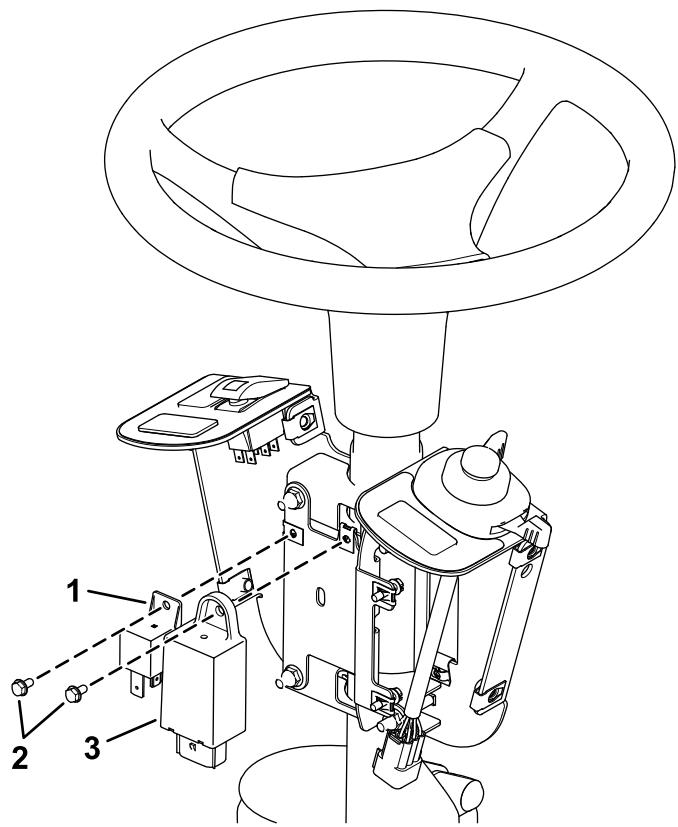

Figura 7
- Instale o pisca e o relé na placa de montagem do fusível utilizando dois parafusos (n.º 10 x $\frac{3}{8}$ pol.) como se mostra na Figura 7.